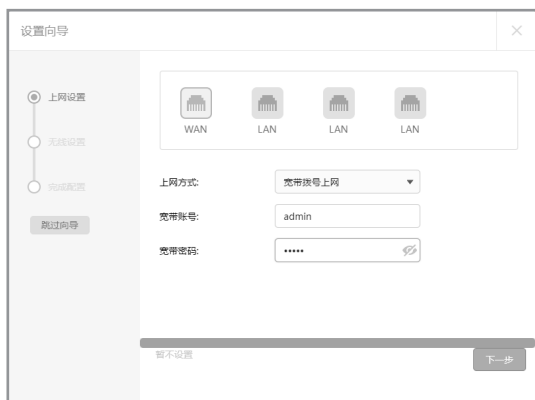

图4-2 上网方式--PPPoE
- 1) 如果上网方式为PPPoE，即ADSL虚拟拨号方式，则需要填写网络服务商提供的上网账号和密码，如图4-2所示。